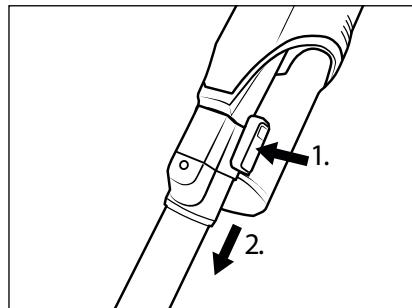

Fig. 11
- Per rimuovere il tubo di aspirazione ② dall'apparecchio, tenere premuto il tasto di sblocco del tubo di aspirazione ⑤ e sfilare il tubo di aspirazione ② dall'apertura di aspirazione dell'apparecchio (vedere fig. 11).